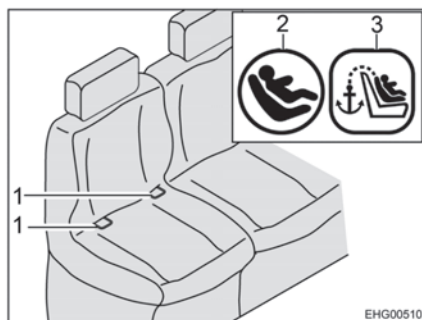
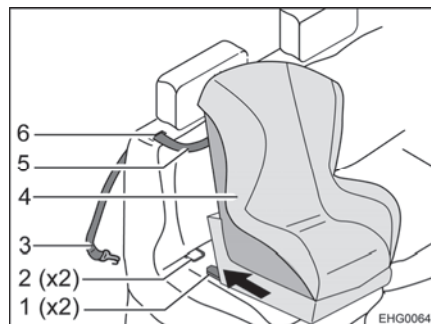

Fig. 14 Siège avec Isofix
Fig. 15 Fixation avec Top-Tether
- Faire passer la sangle Top-Tether (Fig. 15,5) à travers la fente (Fig. 15,6) dans le coussin du dossier (à côté de l'appuie-tête).
- Accrocher le crochet de fixation (Fig. 15,3) au point d'ancrage en face arrière du siège.
- Encliqueter les bras d'encliquetage (Fig. 15,1) dans les étriers de fixation (Fig. 14,1 et Fig. 15,2). Un cliquetis clair doit être entendu.
- Vérifier à l'aide d'une forte secousse si le siège pour enfant (Fig. 15,4) est bien installé.